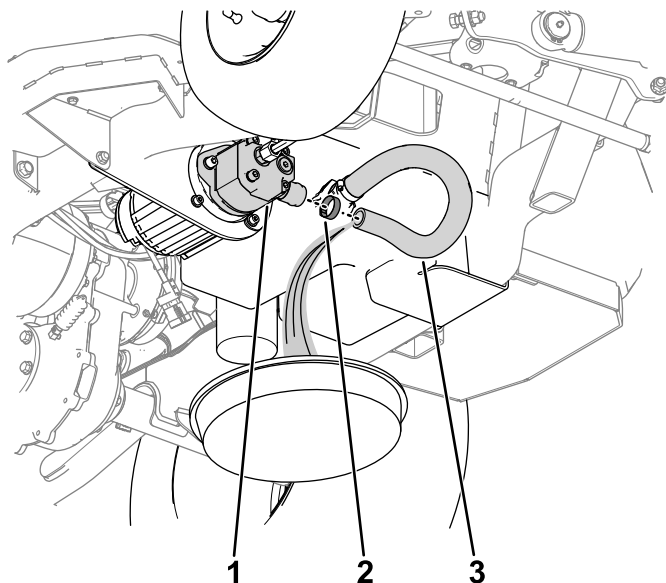

Figure 56
- A. Retirez le flexible et le collier de la pompe (Figure 56).
- B. Vidangez le liquide hydraulique dans le bac de vidange par le flexible (Figure 56).